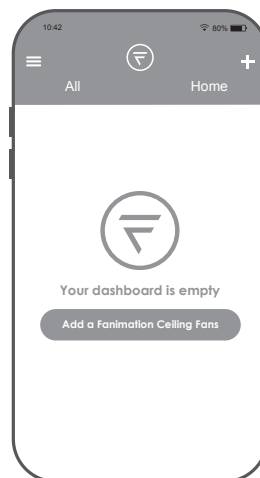

Figura 4
- ☐ 4. Después de crear la cuenta fanSync de Fanimation, puede añadir sus ventiladores en la aplicación. (Figura 4)